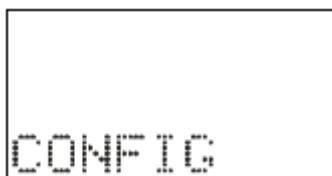

Figura 3.3: Sinalização do menu CONFIG.
- c)** pressionar a tecla para acessar os menus principais de programação. O relé sinaliza entrada no menu principal CONFIG como mostrado na figura 3.3.